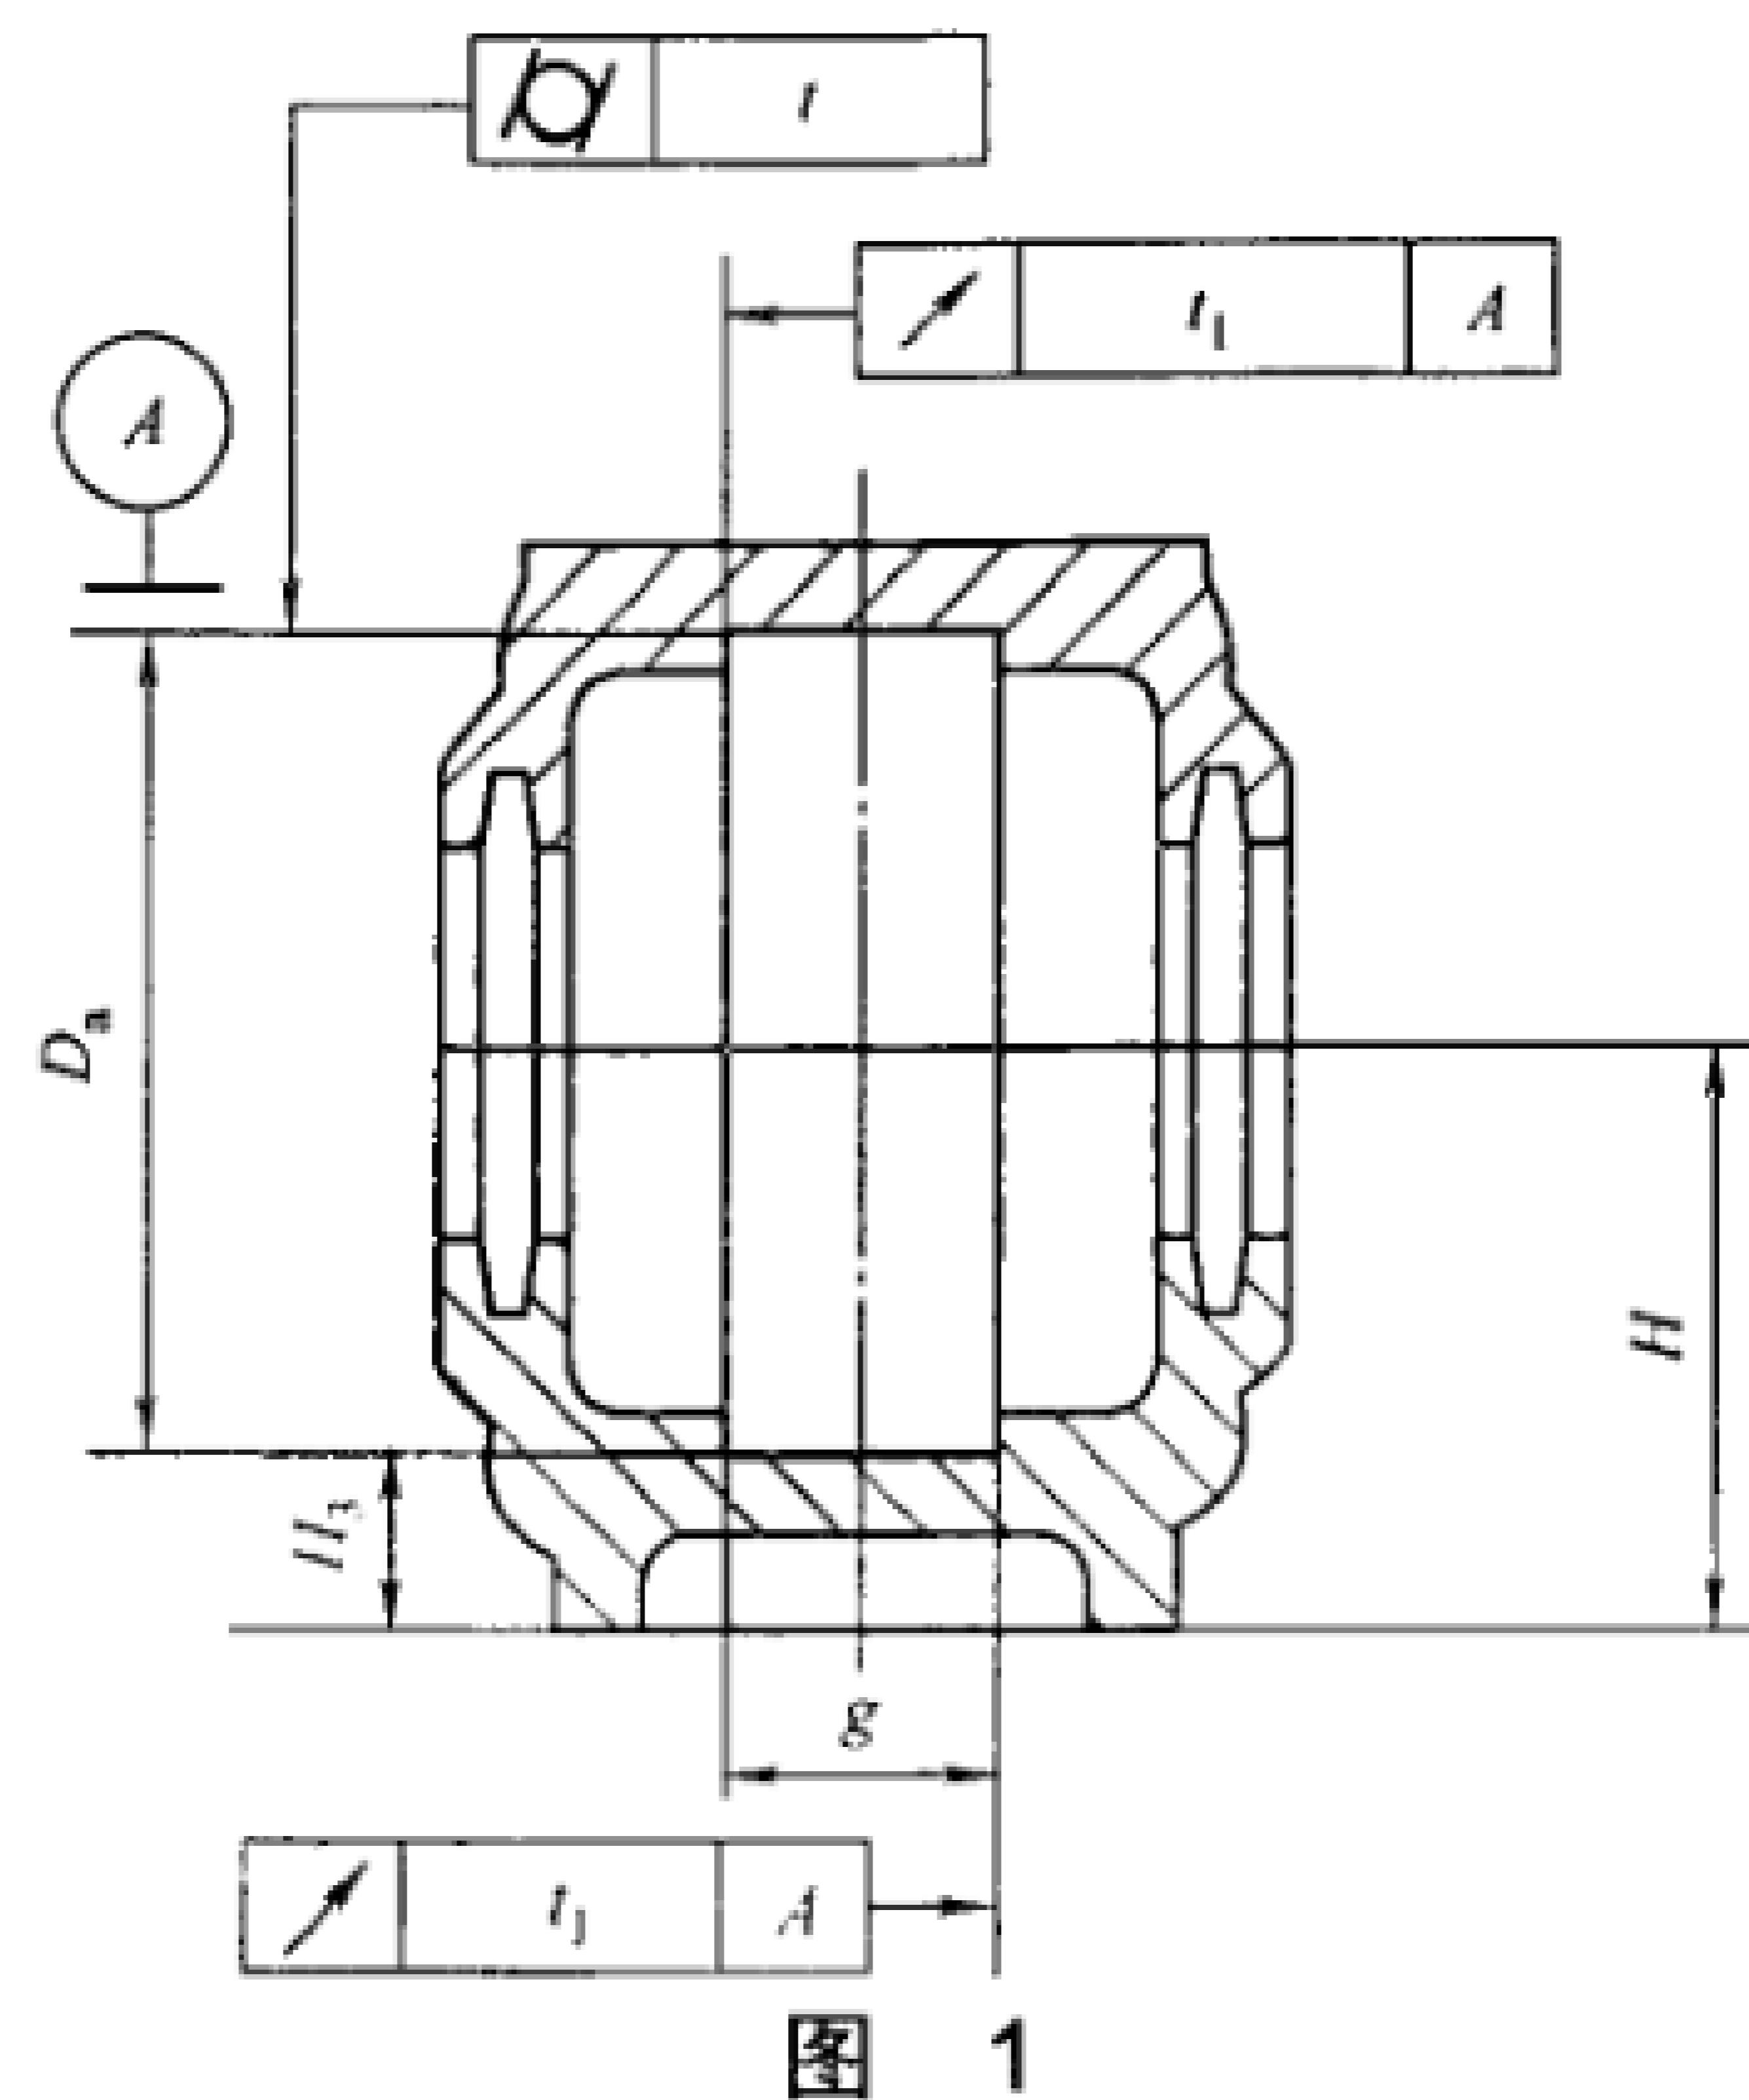

图 1
- 修改了结构示意图（2000 年版和本版的图 1）；
4 符号（见图 1）
除另有说明外，图 1 中所示符号（公差除外）均表示公称尺寸。